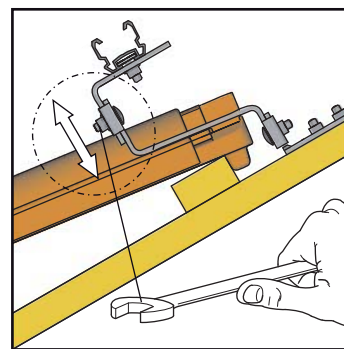
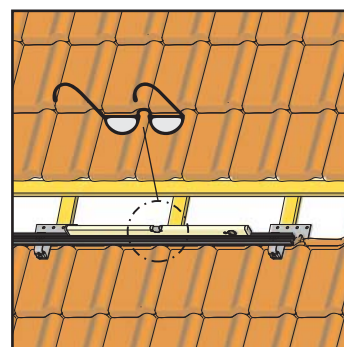

Fig. 3-12 Regolazione dell'altezza dei ganci da tetto
Fig. 3-13 A seconda del raccordo, orientare i profilati orizzontalmente o con una leggera pendenza
12. Orientando la guida profilata di montaggio in altezza (dalla fig. 3-12 alla fig. 3-13).